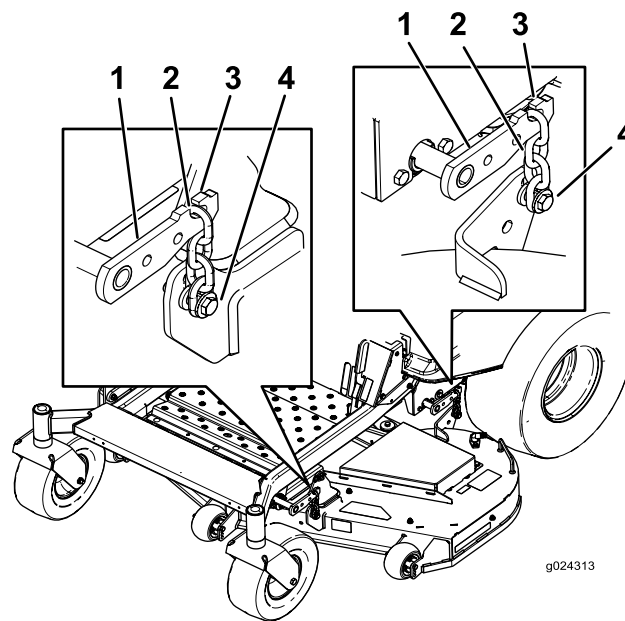

Figura 72
- Allentate i dadi di regolazione in tutti e 4 gli angoli facendo in modo che il piatto di taglio poggi saldamente su tutti e 4 i blocchi (Figura 72).
- Verificate che vi sia tensione in tutte e 4 le catene (Figura 72).
- Serrate i 4 bulloni di regolazione (Figura 72).